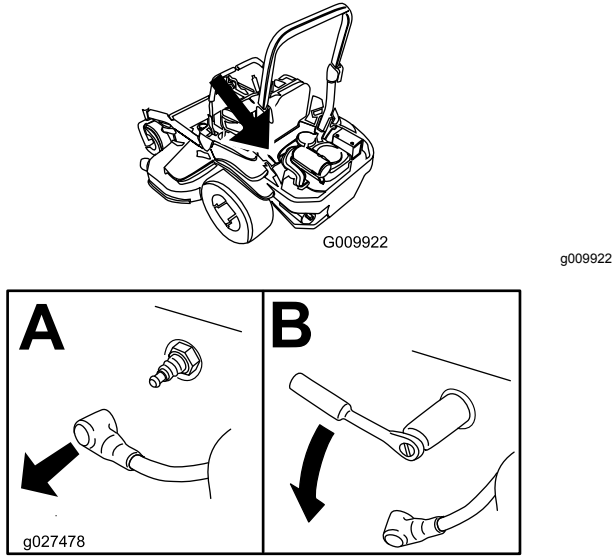

Figure 61
4. Localisez et retirez la ou les bougies comme montré à la Figure 61.